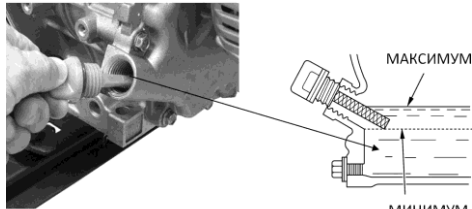

Рис. 11
9. Извлеките крышку/щуп и начисто протрите его (рис. 11).